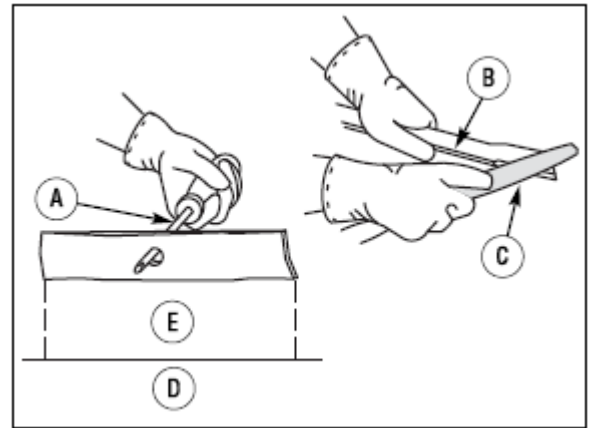

Рис. 21:
4. Выполните заточку с помощью напильника (рис. 21). Соблюдайте требуемый угол скоса кромки.
5. Убедитесь в сбалансированности ножа. С помощью отвертки расположите нож параллельно земле (рис. 21). Если балансировка нарушена, более тяжелый конец ножа опустится. Заточите тяжелый конец, чтобы обеспечить балансировку.